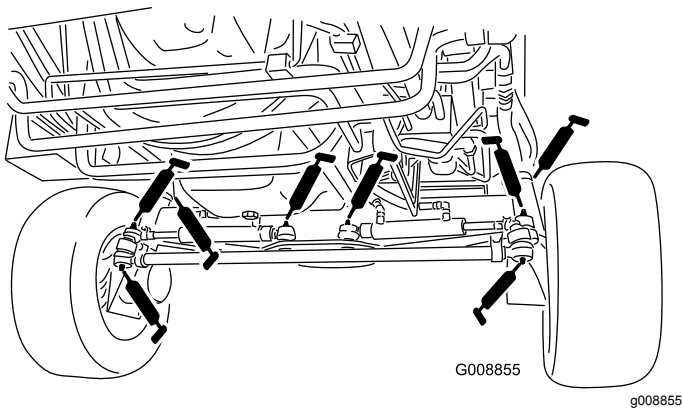

Figura 87
- 4 rótulas de cilindros de dirección (Figura 87)
- 2 rótulas de barras de acoplamiento (Figura 87)
- 2 casquillos de pivotes de dirección (Figura 87)